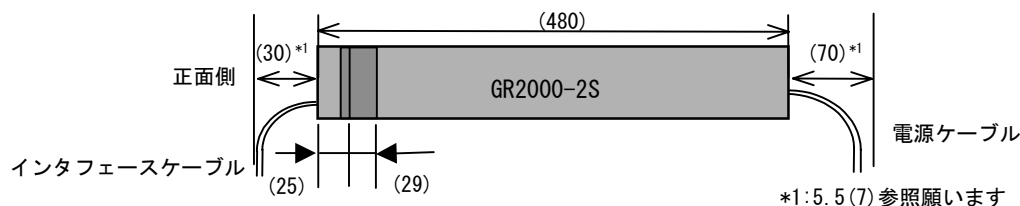

図 5.1-20 GR2000-2S のラック搭載図
- (c) 本装置の奥行きは 480mm あります。本奥行きを考慮してラックを選定してください。装置の前後には図 5.1-20 の通り、ケーブルが引き出されますので、19 型ラックに扉を付ける場合は、ケーブル引出エリアを確保してください。
- (d) 装置の吸気口、排気口を塞ぐようなものは置かないでください。通風を阻害し、故障の原因になります。5.1.4(5) 項のエアフローおよび 5.4 項の冷却についてを参考にして設置してください。
- (e) その他の設置上の注意事項を、5.1.4(4) 項を示します。それらの注意事項を守った上で設置してください。